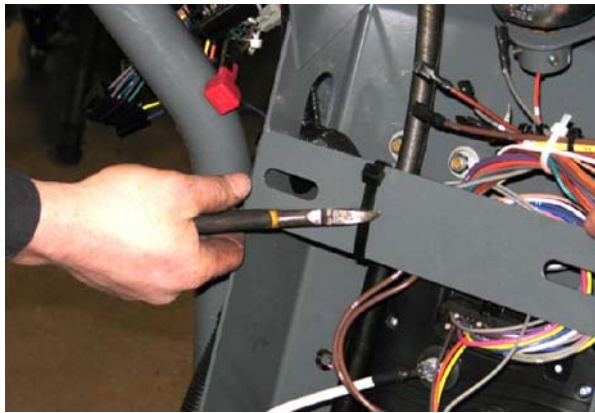

FIG. 14
14. Coupez les colliers de serrage des deux traverses du profilé de montage de direction. (Fig. 14)